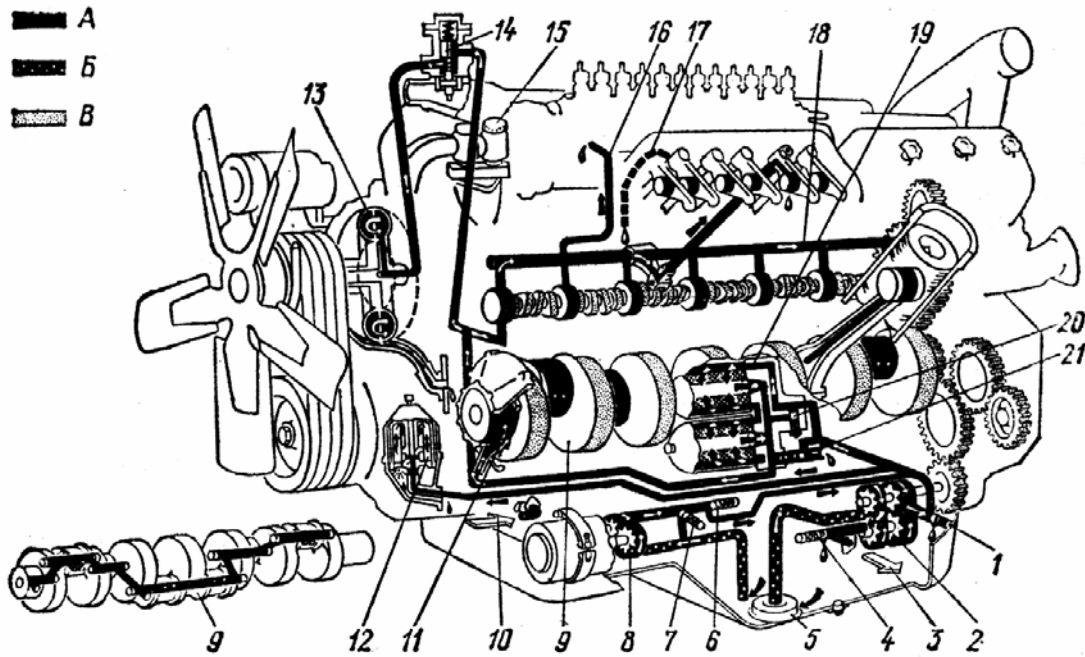

Рис. 2.8. Схема смазочной системы двигателя ЯМЗ-240Б:
2. На двигателе рассмотрите расположение всех приборов системы. По плакату проследите пути движения масла по каналам блока ко всем парам трущихся деталей. Обратите внимание, что детали газораспределения смазываются от единой магистрали 18 (рис. 2.8), расположенной в валике оси толкателей. Масло подается к каждому коромыслу по пустотелой штанге.
Давление масла в системе поддерживает сливной клапан 21 (рис. 2.8) в пределах 0,52...0,56 МПа.